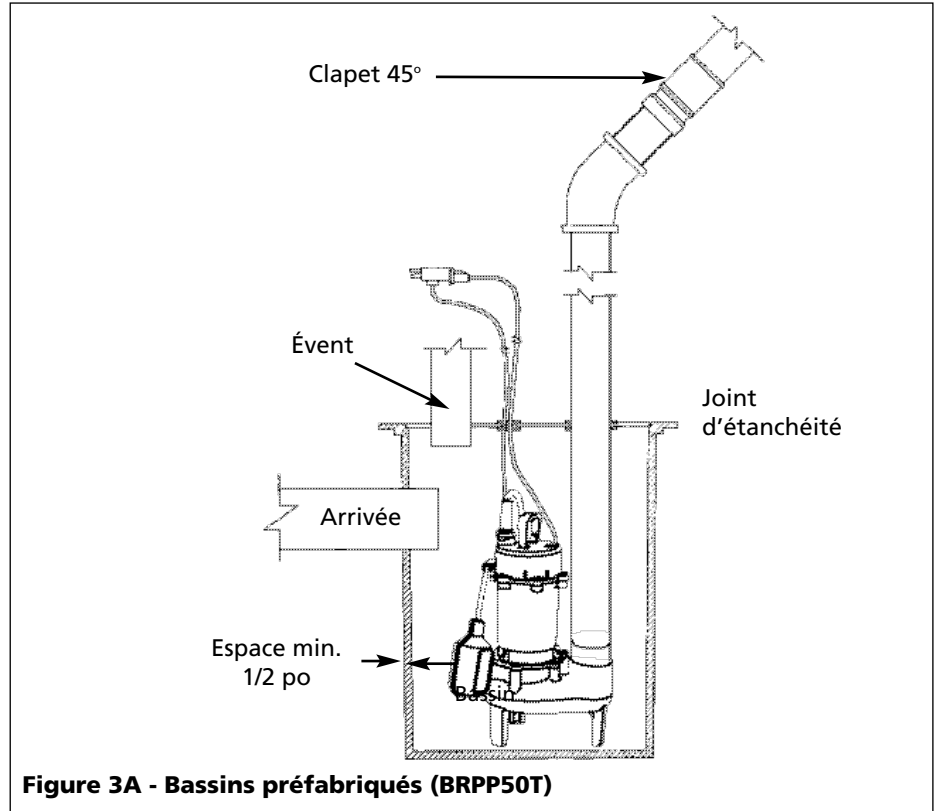

Figure 3A - Bassins préfabriqués (BRPP50T)
6. Cette BRPP50T pompe a un interrupteur à long détachable avec une fiche superposée (Voir figure 3A). La longueur de cordon (distance du cordon du flotteur à la pince) ne devrait pas être ajustée moins que 8,26 cm (3-